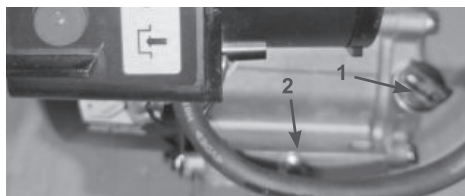

Рис.16
- Извлеките масляный щуп (1) Рис.16 из заливной горловины.
- Открутите сливной болт (2) Рис.16 и слейте масло в подходящую емкость.